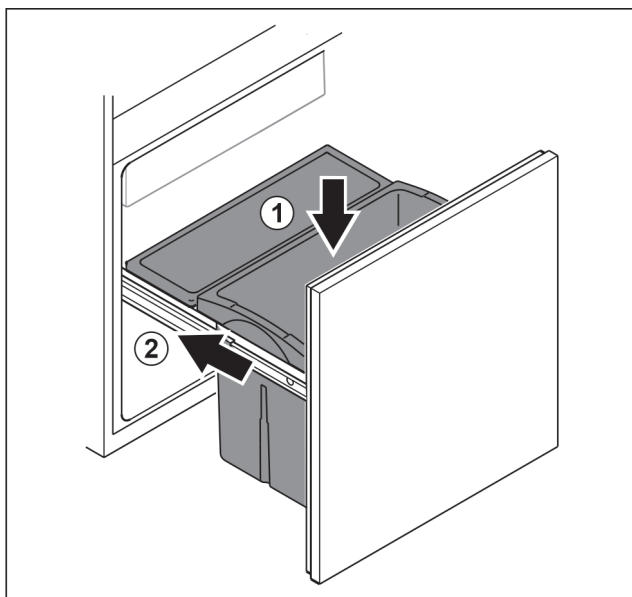

Fig. 81
- Schubfach von oben einsetzen. Fig. 81 (1)
- Auszugswagen einschieben. Fig. 81 (2)